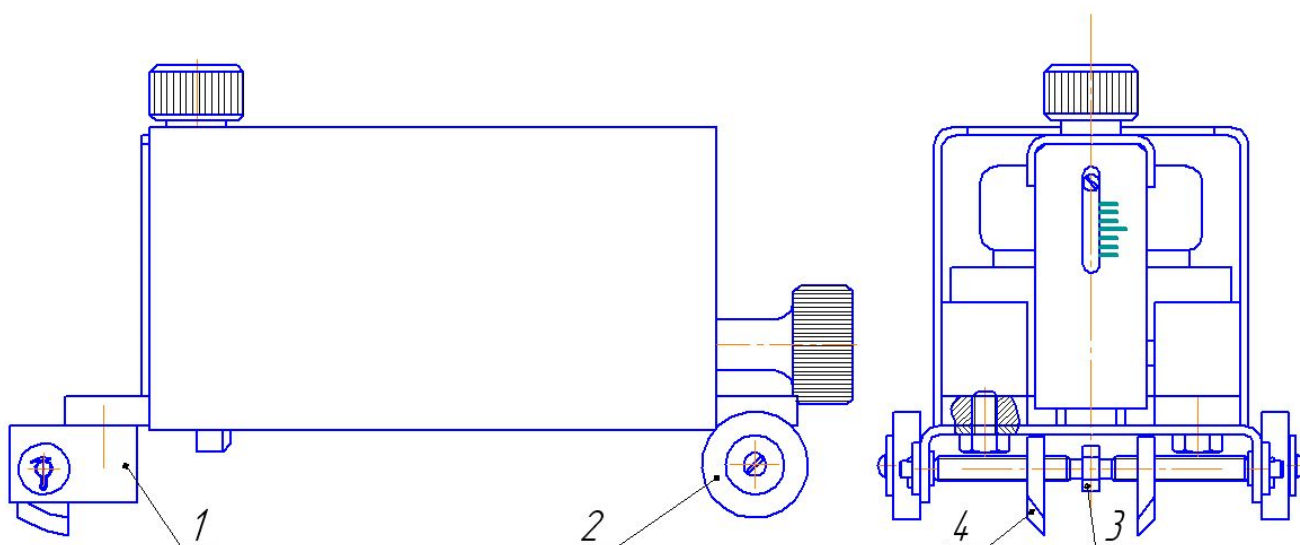
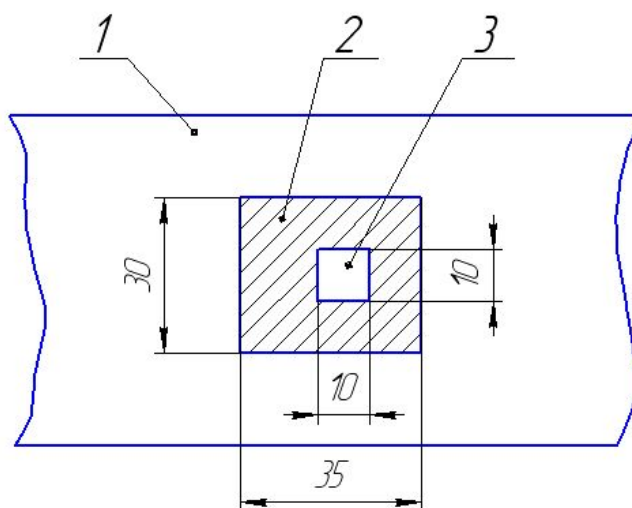

Рис.2
Рис.6
2). Подготовительные работы в месте определения адгезии выполняются ножом и резак, входящими в комплект поставки. Применение резака 1 показано на рис.2.
1) С помощью резака, установленного на основание адгезиметра (рис.2) делают надрез размером 10х10 мм до металла в испытуемом защитном покрытии 1 (рис. 6).